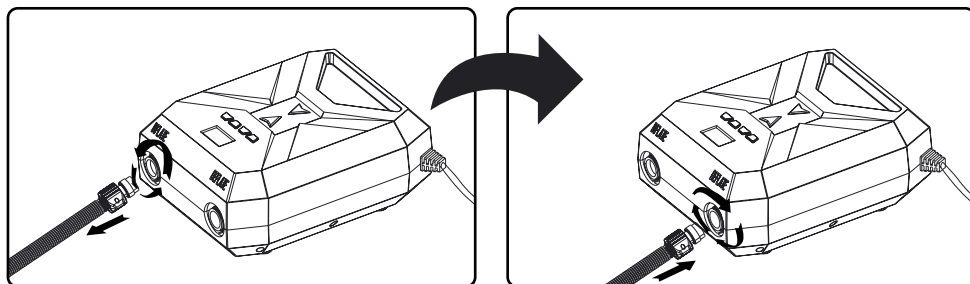

FIG 3
- Rimuovete il tubo dalla porta di gonfiaggio della pompa e connettetela a quella di sgonfiaggio, ruotate in senso orario per bloccare (FIG 3).